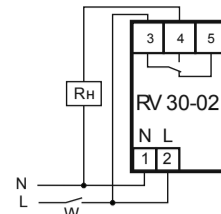

Рис. 2: схема подключения нагрузки мощностью до 4,4 кВт к устройству
- 7.2. Если мощность нагрузки не превышает **4,4кВт**, подключите нагрузку к изделию согласно рис.2. Для этого используйте одножильный или многожильный провод с двойной или усиленной изоляцией сечением, соответствующим мощности нагрузки. **Фазное** напряжение подается на контакты **2** и **3** устройства. Напряжение может подаваться через выключатель **W** или напрямую.